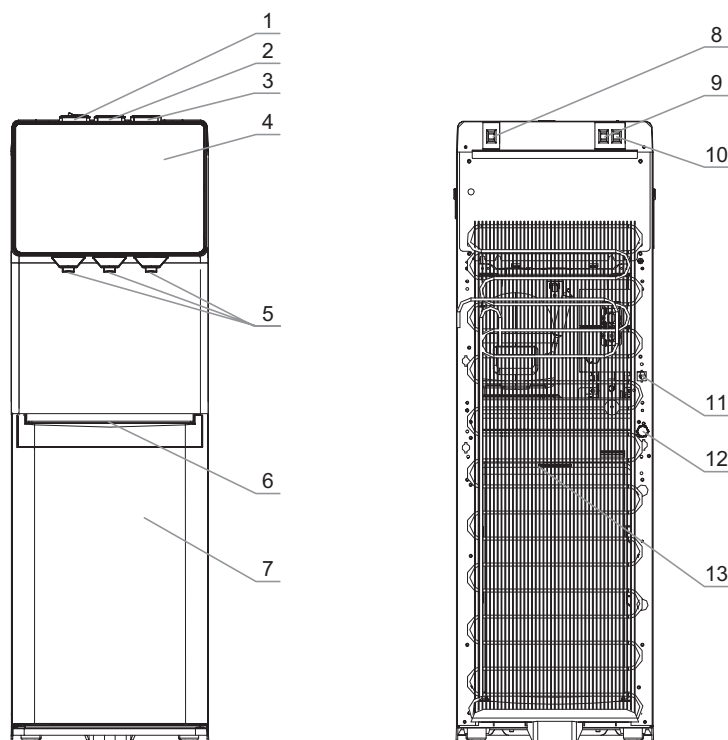

Рис. 1. Схема аппарата V400AS
Кнопки подачи воды (рис. 1–1, 1–2, 1–3)
Поставьте чашку или другую емкость для воды на лоток каплесборника (рис. 1–6) под кран подачи воды. Чтобы налить горячую воду нажмите и удерживайте кнопку подачи горячей воды (рис. 1–1), сдвинув замок влево. Чтобы налить воду комнатной температуры или холодную воду нажмите и удерживайте кнопки подачи воды комнатной температуры или холодной воды (рис. 1–2, 1–3). В силу технических особенностей кранов допустимо подкапывание воды в объеме 5–10 мл, после каждого использования аппарата, капли стекают в лоток каплесборника (рис. 1–6).
Выключатели нагрева (рис. 1–9) и охлаждения (рис. 1–10)
Панель индикации (рис. 1–4)
Подсветка аппарата включается и выключается с помощью выключателя, расположенного на задней панели аппарата (рис. 1–8).
1. Установите выключатели нагрева и охлаждения (рис. 1–9, 1–10) в положение **OFF**.
4. Остатки воды в системе необходимо слить через сливное отверстие (рис. 1–12), расположенное на задней стенке аппарата, после чего закрыть отверстие.
5. Остатки воды в системе необходимо слить через сливное отверстие (рис. 1–12), расположенное на задней стенке аппарата, после чего закрыть отверстие.